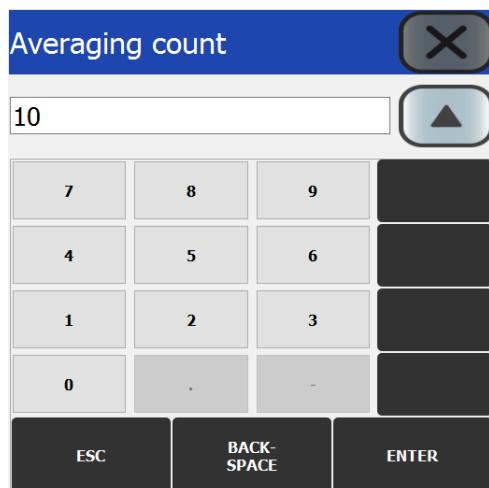

Рис. 23. Клавиатура ввода числа усреднений графика
В режиме **Усреднения (Average)** в каждой точке графика отображается среднее значение по K последним измерениям (для измерений спектра – по K проходам по полосе обзора). Для включения режима нажмите **Top Menu->Trace->Trace N->Average**. На появившейся клавиатуре (рис. 23) введите желаемое число усреднений K , нажмите ENTER. Максимально возможное число усреднений составляет 10000. Усреднение осуществляется методом Калмановской фильтрации. До тех пор, пока не накоплено заданное число измерений (K), усреднение производится по текущему накопленному числу измерений. Доступен режим бесконечного накопления. Для его включения установите число усреднений равным 0.